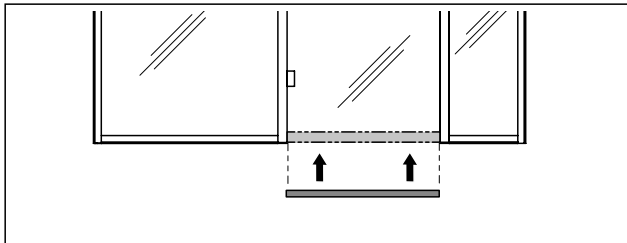

Abb. 16 Die Blende an der Bandgegenseite anbringen
13. Die Blende an den Glaskanten der Tür auf der Bandgegenseite rechts und links ausrichten (Abb. 16).